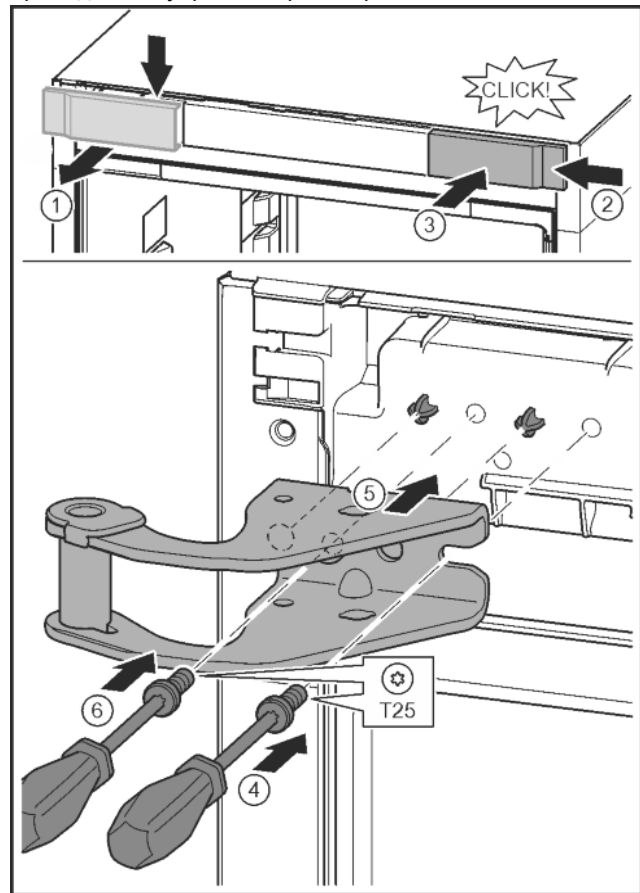

Fig. 13
- ▶ Крышку отсоединить с помощью отвертки и убрать в сторону. Fig. 13 (1)
- ▶ Навесить крышку, повернув ее на 180°, справа с другой стороны. Fig. 13 (2)
- ▶ Крышку зафиксировать. Fig. 13 (3)
- ▶ Установить винт отверткой T25. Fig. 13 (4)
- ▶ Установить верхний опорный кронштейн. Fig. 13 (5)
- ▶ Затянуть винт. Fig. 13 (4)
- ▶ Вставить и затянуть винт отверткой T25. Fig. 13 (6)